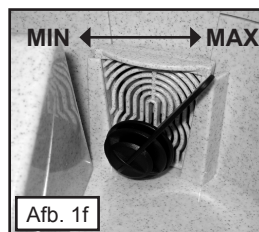

Afb. 1c
**NB:** Reinig de filter grondig onder koel water vóór deze in de behuizing te plaatsen. Dit zal los houtskoolstof, dat schadeloos is, verwijderen. Het kan zijn dat de filter altijd een beetje houtskool zal verliezen. Dit is normaal en schadeloos voor uw huisdier. (Afb. 1c)